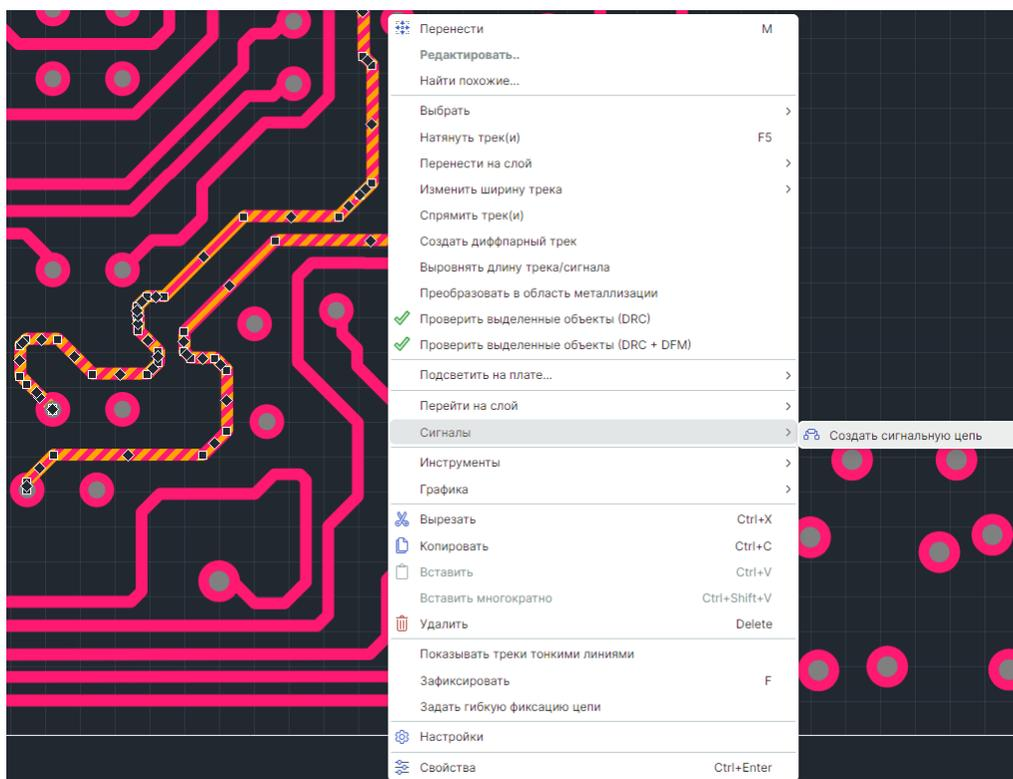

Рис. 351 Предопределение сигнальной цепи на печатной плате
2. Из контекстного меню выберите «Сигналы» → «Создать сигнальную цепь», см. Рис. 351.